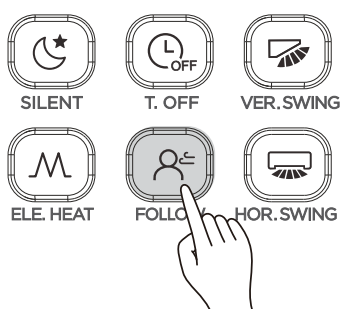

Figura 24
1. Quando a unidade estiver no modo Frio, Quente ou Auto, pressione  para iniciar a função Follow-me. A tela exibirá o ícone  (consulte a Figura 24).